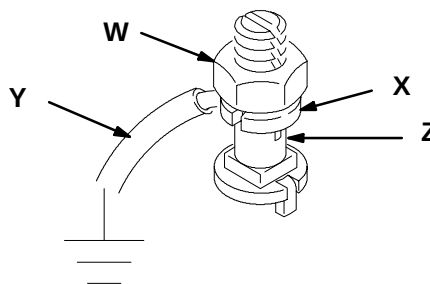

Fig. 3
1. *Pompe*: brancher un fil de terre et une pince sur une véritable prise de terre. Voir Fig. 3.
- a. Desserrer l'écrou (W) et la rondelle de la cosse de mise à la terre (X).
- b. Introduire l'extrémité d'un fil de terre (Y) de 1,5 mm² dans la fente de la cosse (Z) et serrer à fond l'écrou de fixation.